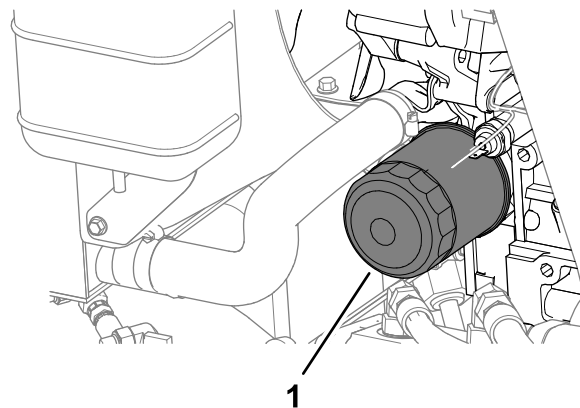

Figura 66
4. Retire el filtro de aceite (Figura 66).